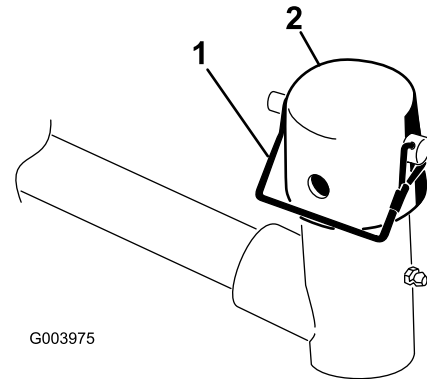

Figure 6
5. Sur le bras de levage de chaque unité de coupe, retirez la goupille à fermoir qui fixe le capuchon sur la chape de pivot et déposez le capuchon (Figure 6).